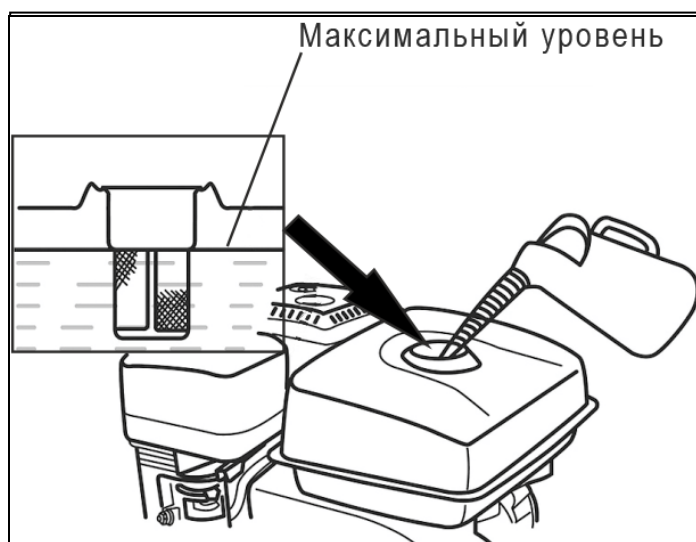

Рис.11. Максимальный уровень топлива в баке.
3. Залейте бензин в топливный бак при помощи специальной емкости до максимального уровня, как это показано на Рис. 11.